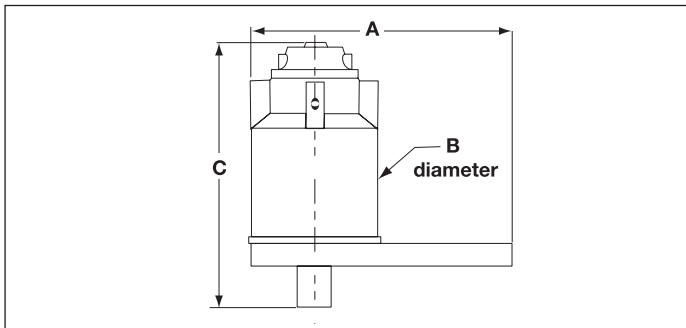

**Fig. 1, Cambio de la placa de reacción**
**ADVERTENCIA:** No sostener la barra de reacción o la placa de reacción del multiplicador de par (Fig. 1, elemento 1) al aplicar el par. La curvatura normal del multiplicador podría crear una punta de espolón.
**ADVERTENCIA:** Antes de CADA uso, comprobar la placa/barra de reacción que sostiene los tornillos para garantizar de que están ajustados (Fig. 1, elemento 2).
**ADVERTENCIA:** Antes de CADA uso, inspeccionar el portaherramientas de mango cuadrado de salida (Fig. 1, elemento 4) para detectar signos visibles de fatiga o fractura. Reemplazar si es preciso.
Un portaherramienta de mango cuadrado de salida de deslizamiento controlado (Fig. 1, elemento 4) protege los componentes internos en caso de que se exceda la capacidad de salida máxima. Esta característica de protección contra sobrecarga puede hacer que el portaherramienta se fracture cuando la salida excede un 103% a un 110% de la capacidad de salida nominal. Se incluye un portaherramienta de repuesto con el multiplicador de par (E391, E392, E393, E492, E493, E494, E495). (Solicitar repuestos adicionales a su distribuidor Enerpac).
3. Acoplar el zócalo hembra del portaherramienta de mango cuadrado del tamaño adecuado al portaherramienta de mango cuadrado de salida del multiplicador de par (Fig. 1, elemento 4). Posicionar el zócalo y el multiplicador de par en el elemento de sujeción para ajustarlos.